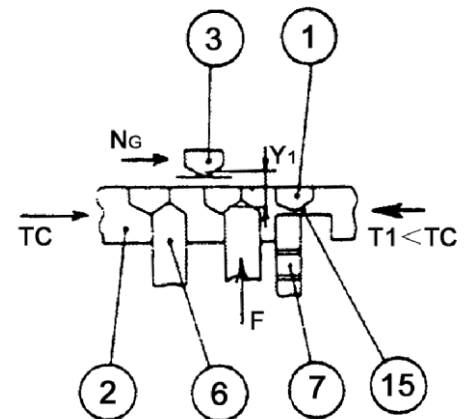

Fig. 4-7
4. Schritt (siehe Abb. 4-7)
- Die **Fase (Anschrägung) 15** des **Blockrings** kommt in Kontakt mit der **Fase der Schiebehülseverzahnung (6)**.
Während die **Schiebehülse** den **Blockring** passiert, bewegt sie sich um die Strecke **Y** (siehe Abb. 4-7). Die **Fasen (Anschrägungen)** der **Verzahnung der Schiebehülse** ⑥ kommen nun mit den **Fasen der Zahnradverzahnung** ⑥ in Kontakt.